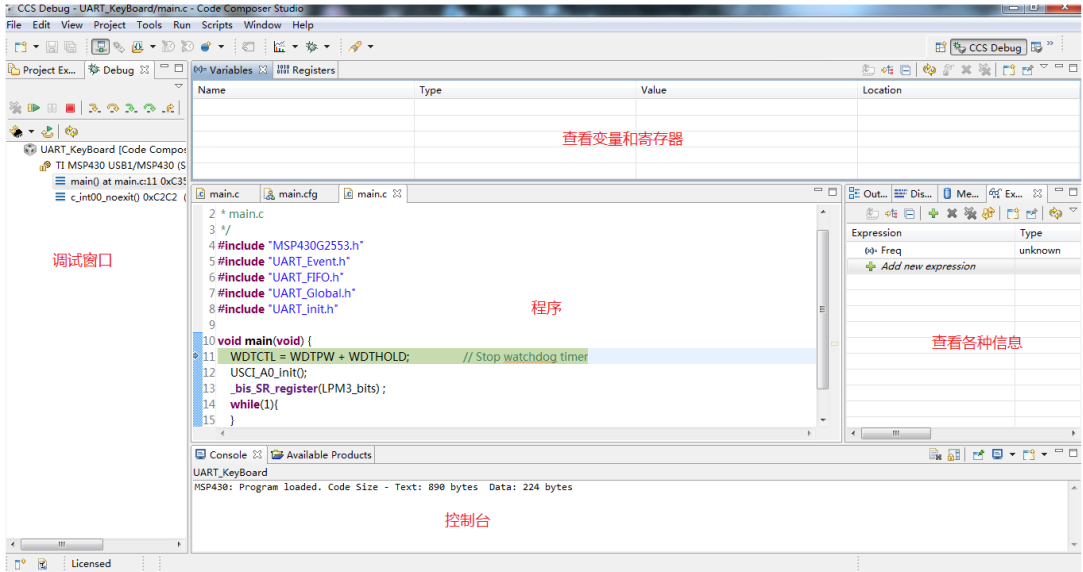

图 2.6 仿真调试界面
- 1) 程序编译错误全部修正，通过以后，就可以点击  进行下载和仿真了，耐心等待后，得到图 2.6 所示的仿真调试界面。